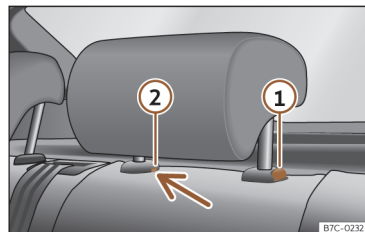

Fig. 99 Appui-tête arrière : démontage.
- Appuyez sur la touche >>> fig. 99 ①, en appuyant en même temps sur l'orifice de sécurité ② avec un tournevis plat de 5 mm de largeur maximum et retirez l'appuie-tête.